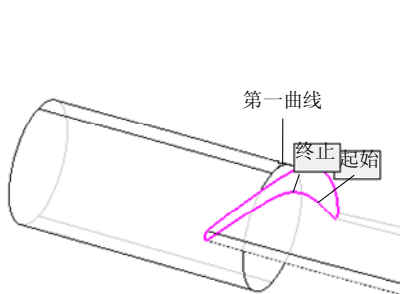
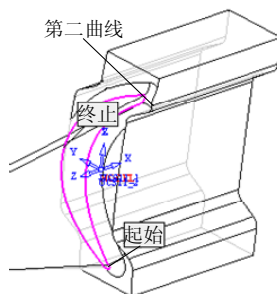

图 4-82 选择第一曲线 (1)
图 4-83 选择第二曲线 (1)
- 在“曲线编辑”框中单击“第一”按钮,选择如图 4-82 所示的曲线为第一曲线,然后单击鼠标中键确定;单击“第二”按钮,选择如图 4-83 所示的曲线为第二曲线,然后单击鼠标中键确定,返回“5X 航空铣控制面板”对话框 (1)。